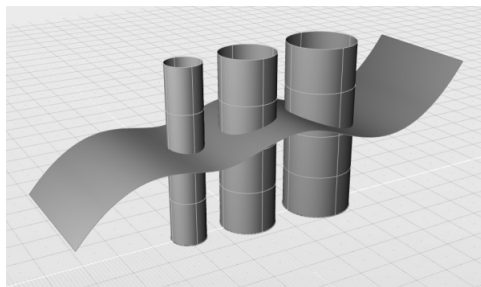

图 4-27 同时挤出 3 条曲线
2) “挤出”工具可以针对单一曲线,也可以针对多条曲线同时操作。在这一步操作中使用“挤出”工具,当控制台提示“拾取曲面边”时,依次选择3条曲线圆,并输入挤出距离值“50”,获得图4-27所示的结果。